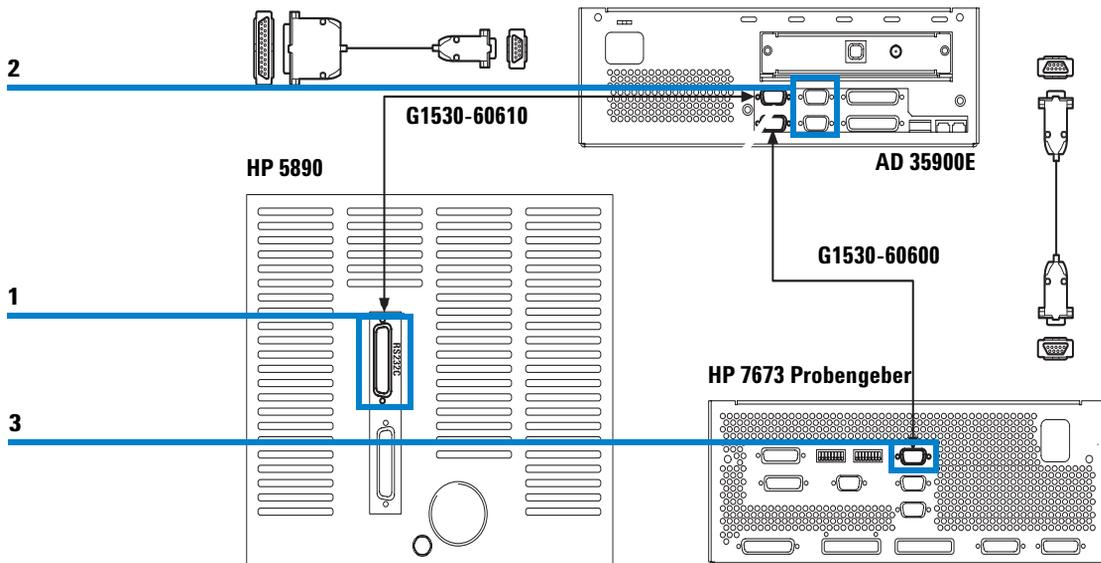

Abbildung 13 Verbindung RS232C mit HP 5890 und dem HP 7673
- 1 Verbinden Sie das RS232C Kabel von dem ADC mit dem HP 5890 und dem HP 7673 wie in Abbildung 13 gezeigt.